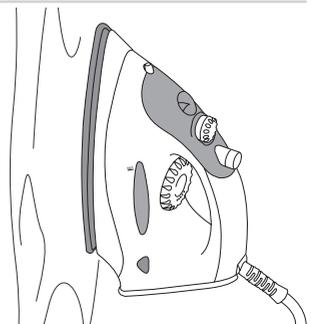

Abbildung 5
4. Halten Sie das Bügeleisen auf die Rückseite des zu bügelnden Stoffes (siehe Abbildung 5).